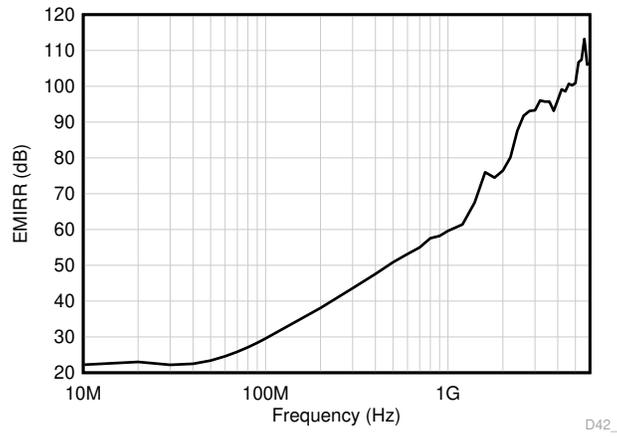

图 7-4. EMIRR 测试
OPAx310 使用集成电磁干扰 (EMI) 滤波来降低干扰源 (如无线通信设备 (射频干扰 (RFI)) 以及混合使用模拟信号链和数字组件的高密度电路板) 产生的 EMI。通过电路设计技术可改进 EMI 抗扰度；OPAx310 受益于这些设计改进措施。德州仪器 (TI) 已具备在 10MHz 至 6GHz 宽频谱范围内准确测量和量化运算放大器抗扰度的能力。图 7-4 展示了在 OPAx310 上执行此测试的结果。表 7-1 展示了 OPAx310 在实际应用中通常会遇到的特定频率下的 EMIRR IN+ 值。运算放大器的 EMI 抑制比应用报告包含了与运算放大器相关的 EMIRR 性能主题，该报告可在 www.ti.com 上下载。